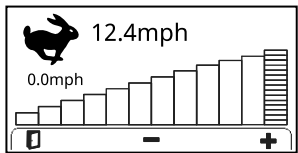

Figura 28
- **Pantalla de ajuste de la velocidad de tracción (Figura 28):** Pulse el botón para acceder a esta pantalla y ajustar la velocidad máxima mientras la unidad de corte está en la posición de OPERACIÓN (indicado por el icono) o mientras la unidad de corte está en la posición de TRANSPORTE (indicado por el icono).